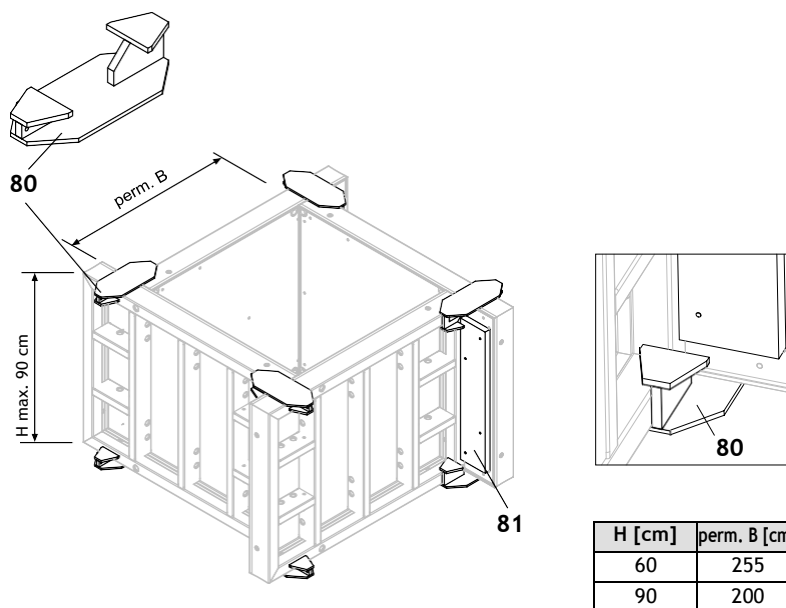

Fig. A15.01
Фундаментната лаша TRIO (80) се използва за единични фундаменти за ветрилообразно кофриране. (Fig. A15.01)